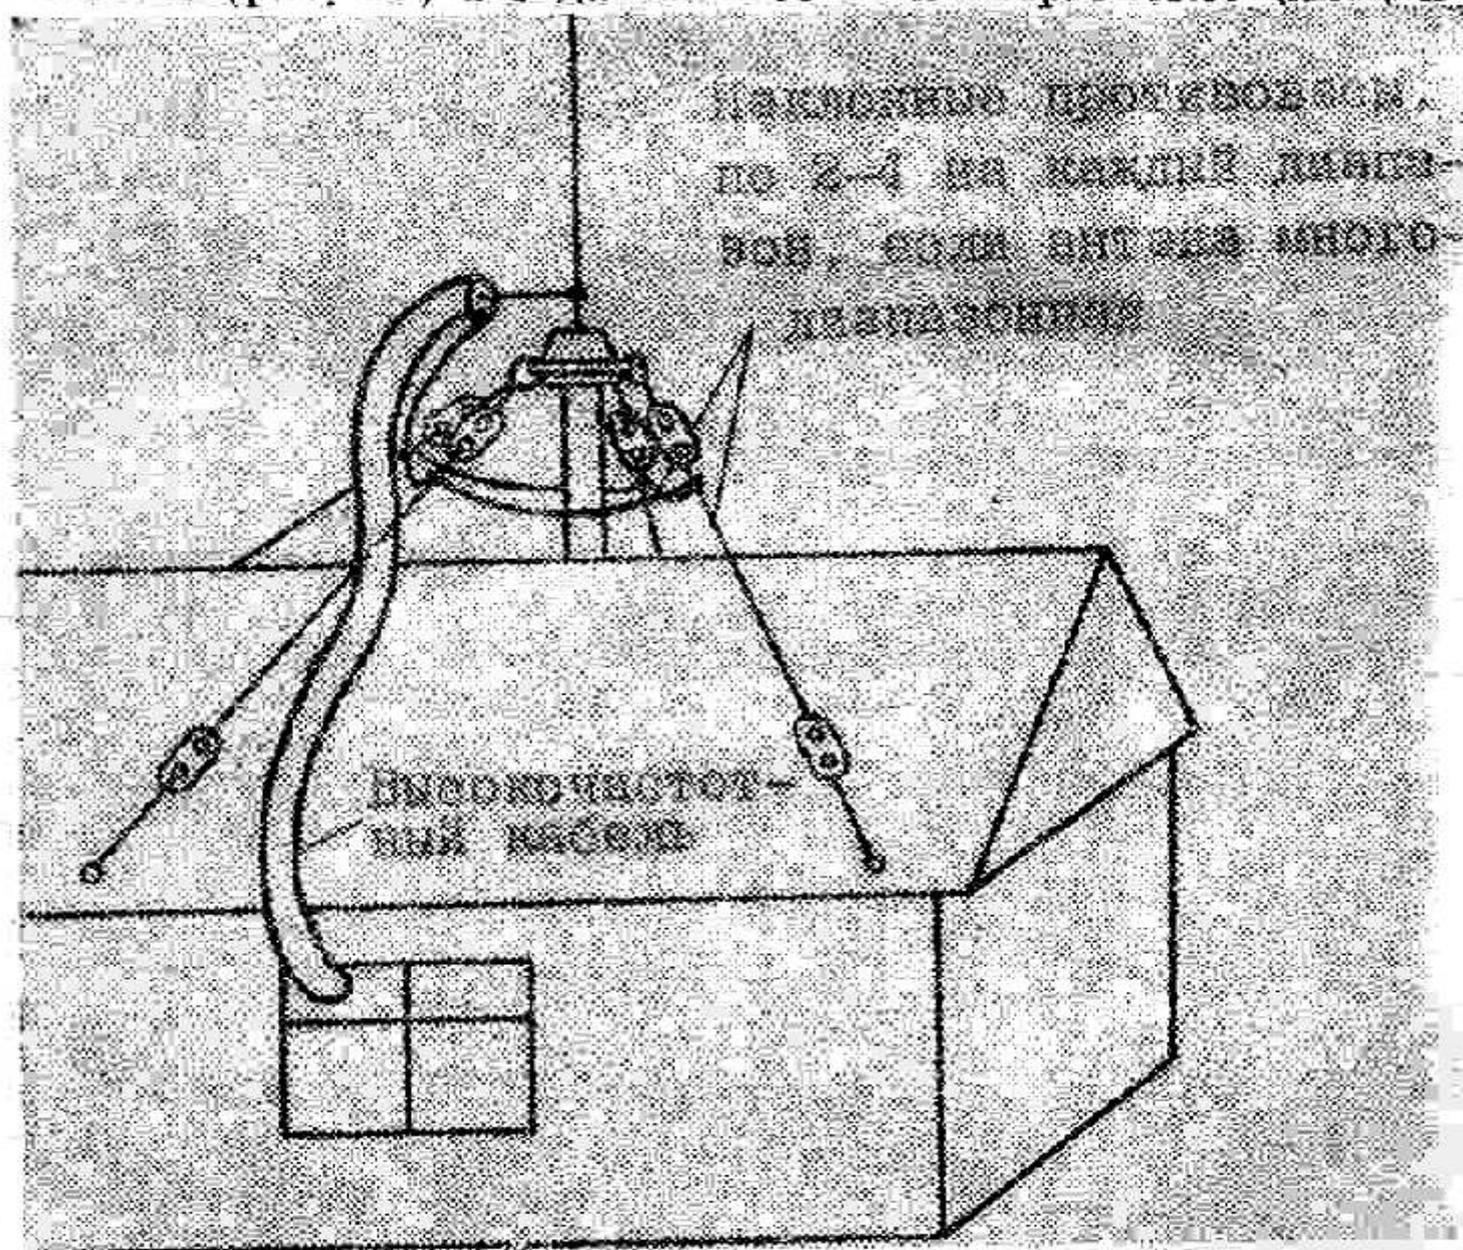

Рис. 10
3. Наиболее эффективной из трех описываемых конструкций является антенна, смонтированная на возвышении (рис. 10) в отдалении от всех энергопоглощающих